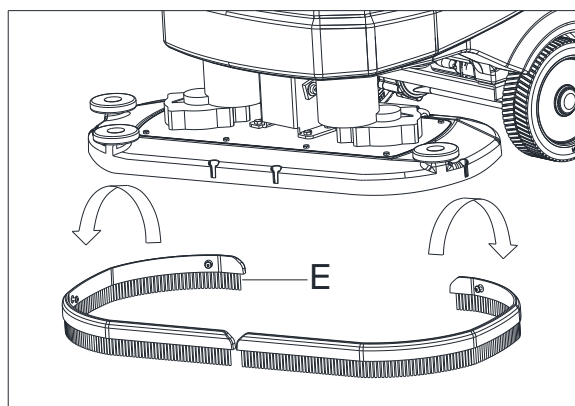

Figura 19
2. Remover a proteção contra respingos como (E, Figura 19) e limpá-la. (apenas para máquina de disco)